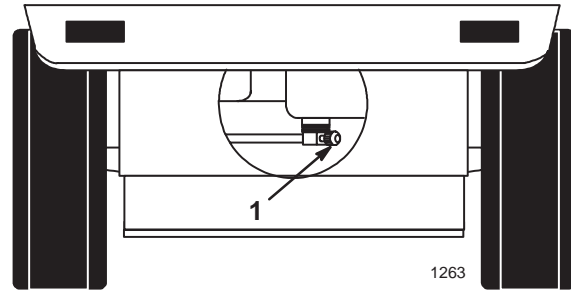

Abbildung 29
2. Den Kraftstoffhahn am Kraftstofftank schließen (Abb. 29).
7. Den Kraftstoffhahn am Kraftstofftank öffnen (Abb. 29).